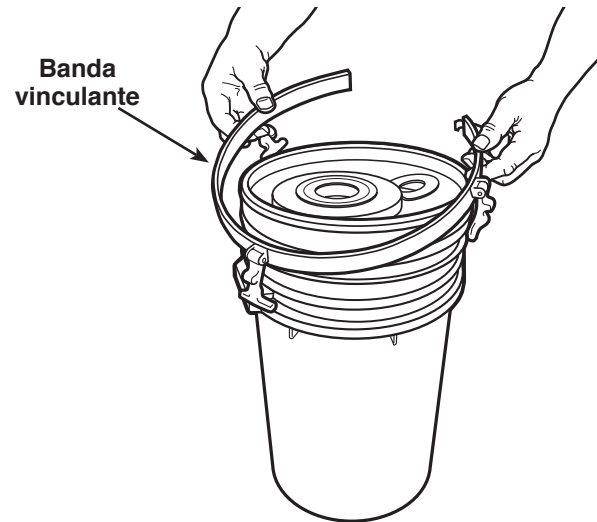

Figura 12
6. Abra el pestillo en la banda vinculante y extráigalo del filtro anterior. Consulte la Figura 12.